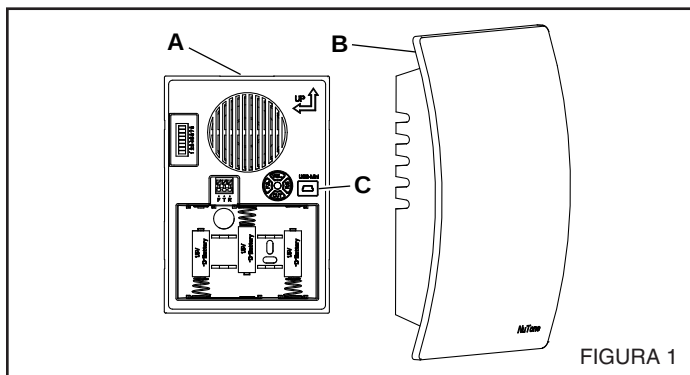

FIGURA 1
1. Quite la cubierta del timbre (B) de la base del timbre (A). Tal vez necesite insertar un dedo en el orificio grande al reverso de la base del timbre. (Figura 1)
1. Inserte un extremo del cable miniatura de USB en la clavija USB del mecanismo del timbre (C). (Figura 1)